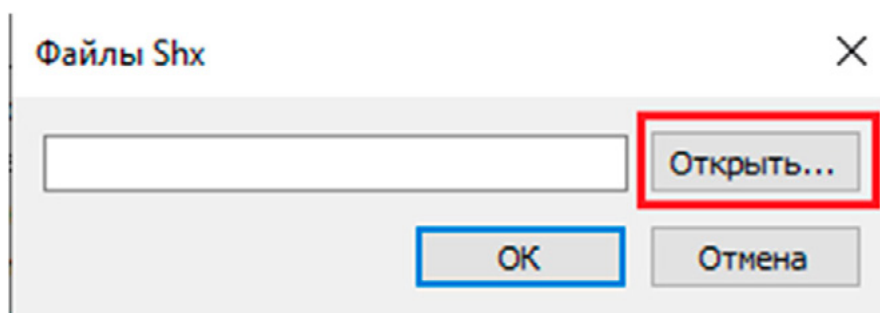

Рис. 16. Диалоговое окно при добавлении стандартной папки
- с) во всплывающем диалоговом окне нажимаем кнопку *Открыть* (рис. 16);